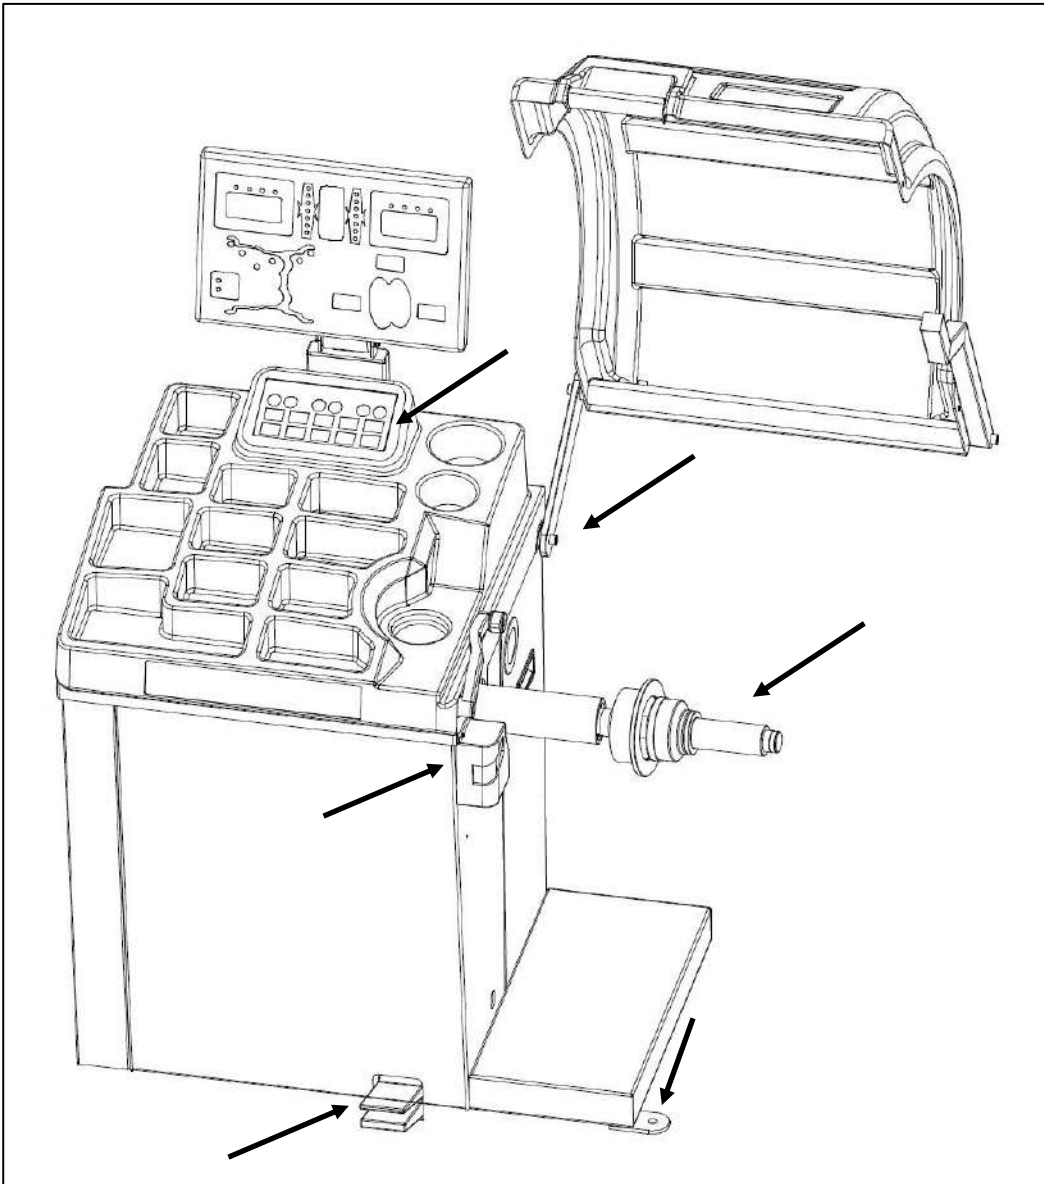

Fig. 16 - Kontrollera vid årlig kontroll av maskinen
5.4 Årlig kontroll (visuell översikt fig. 16)